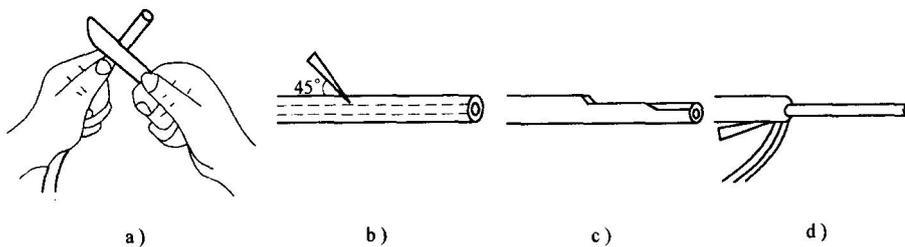

图 8-4 电工刀剖削塑料硬线绝缘层
①根据所需线头长度用电工刀以约  $45^\circ$  角倾斜切入塑料绝缘层，注意用力适度，避免损伤芯线。
②然后使刀面与芯线保持  $25^\circ$  角左右，用力向线端推削，在此过程中应避免电工刀切入芯线，只削去上面一层塑料绝缘。
③最后将塑料绝缘层向后翻起，用电工刀齐根切去。操作过程，如图 8-4 所示。